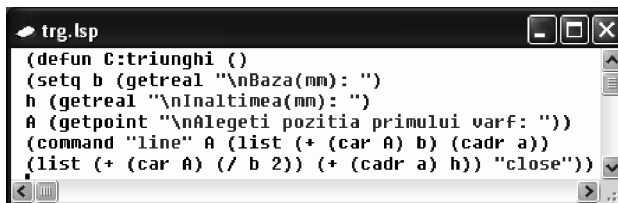

Fig. 12.3 Încărcarea fișierului
2. Din meniul **File** al ferestrei se deschide fișierul **trg.lsp** creat la exercițiul 12.2. Fișierul este încărcat în fereastra de editare – vezi Fig.12.3.